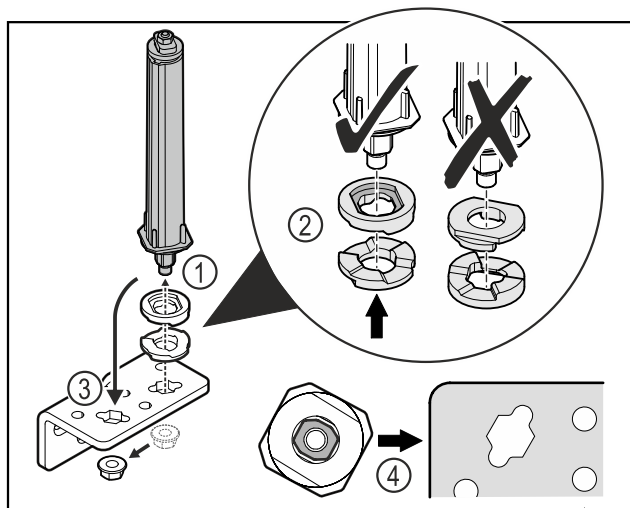

Fig. 40
- Soltar la tuerca y retirar el sistema de cierre de la puerta Fig. 40 (1).
- Tener en cuenta la orientación correcta de las arandelas de ajuste de altura Fig. 40 (2).
- Cambiar la posición del sistema de cierre de la puerta en la escuadra de bisagra y fijar con la tuerca Fig. 40 (3).
- Tener en cuenta la orientación correcta del sistema de cierre de la puerta al insertarlo Fig. 40 (4).